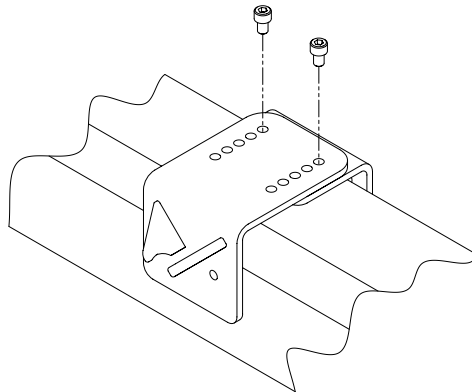

Figure 3 : Fixation de la plaque avant à la plaque arrière.
4. Placez la plaque avant sur la partie supérieure de la plaque arrière en l'orientant dans la direction opposée, puis fixez-la au moyen de 2 vis à tête creuse M8 X 1,25 X 14 (voir figure 3).